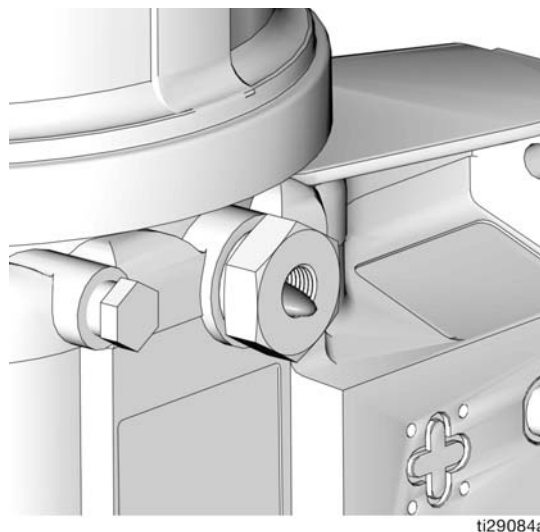

FIG. 27
2. Far funzionare la pompa solamente finché il lubrificante non risulti fuoriuscire privo di aria dal raccordo dell'elemento (FIG. 27).